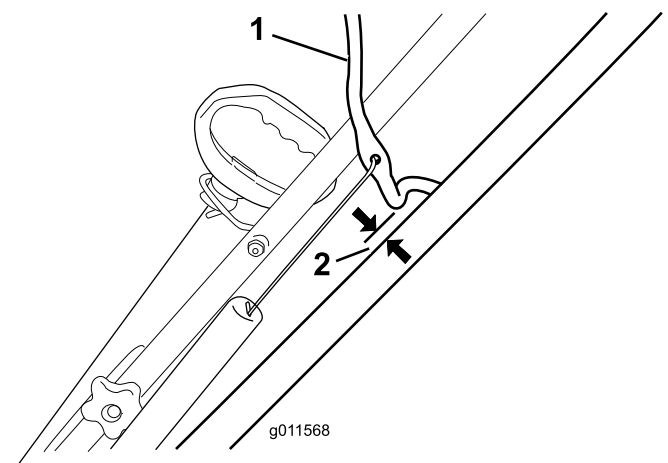

Figure 9
Rapprochez la barre de commande du guidon pour tendre le câble de commande (Figure 9).
**Remarque:** Vérifiez que la barre de commande et le guidon sont espacés de 2 à 3 mm (Figure 9).